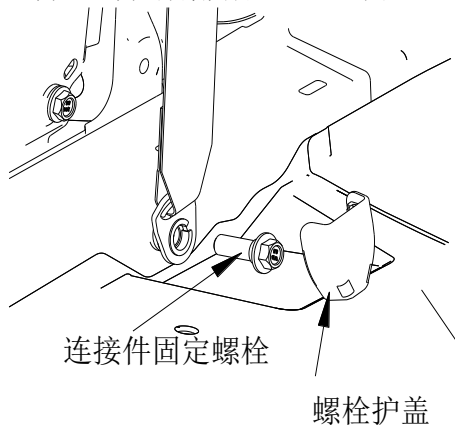

图 1-1
3、将 B 柱下部的螺栓护盖向外扳将其拆卸，然后拆除连接件固定螺栓。螺栓拧紧力矩 **45N.m**（图 1-1）。